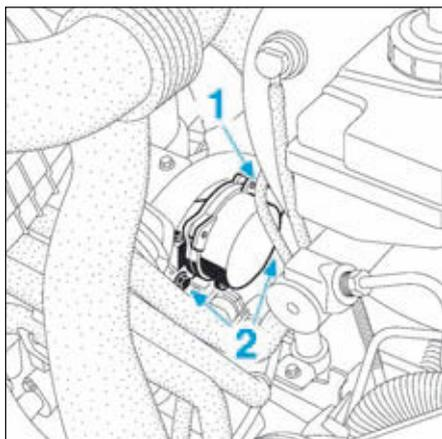

FIG.17
- le raccord de dépression (1) de la pompe à vide (Fig.17),
- les vis de fixation (2),